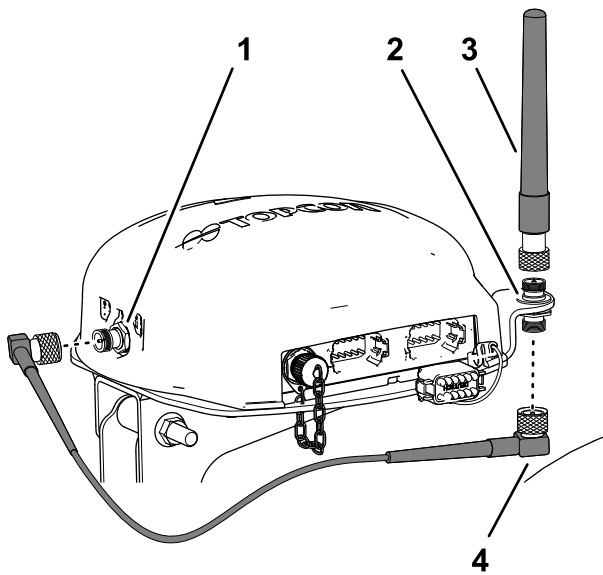

图158
- 将 RTK 天线组装到同轴耦合器的上接头然后用手拧紧天线的滚花螺母图158。
4. 将天线电缆松松地安装到同轴耦合器的下接头图158。
5. 将电缆绕过导航接收器的背面连接到 CDMA 或 GSM 蜂窝调制解调器的同轴连接器上图158。
6. 将天线电缆连接到 CDMA 或 GSM 蜂窝调制解调器的同轴连接器上图158。